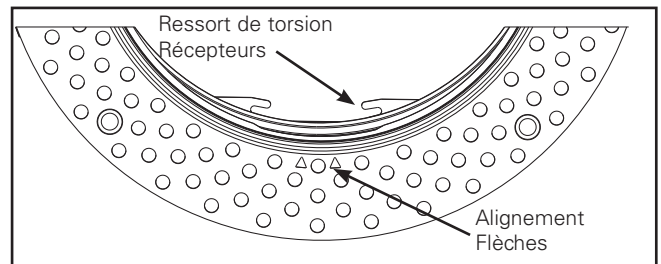

Figure 2.
4. Localisez soigneusement le ressort de torsion à l'intérieur du boîtier et alignez les flèches de l'anneau à lattes de plâtre (Figure 2). Tout en maintenant la partie supérieure du boîtier, appuyez avec précaution l'anneau à lattes de plâtre sur le boîtier pour vous assurer que les quatre fixations s'alignent avec les encoches du boîtier.
5. Appuyez uniformément sur toute la longueur et la largeur de la bride perforée afin d'assurer l'étanchéité avec le plafond. Serrez fermement les trois (3) vis hexagonales pour empêcher le déplacement vertical du collier. Respectez la durée de durcissement tel que recommandé par le fabricant de l'adhésif avant d'appliquer le composé à joints.